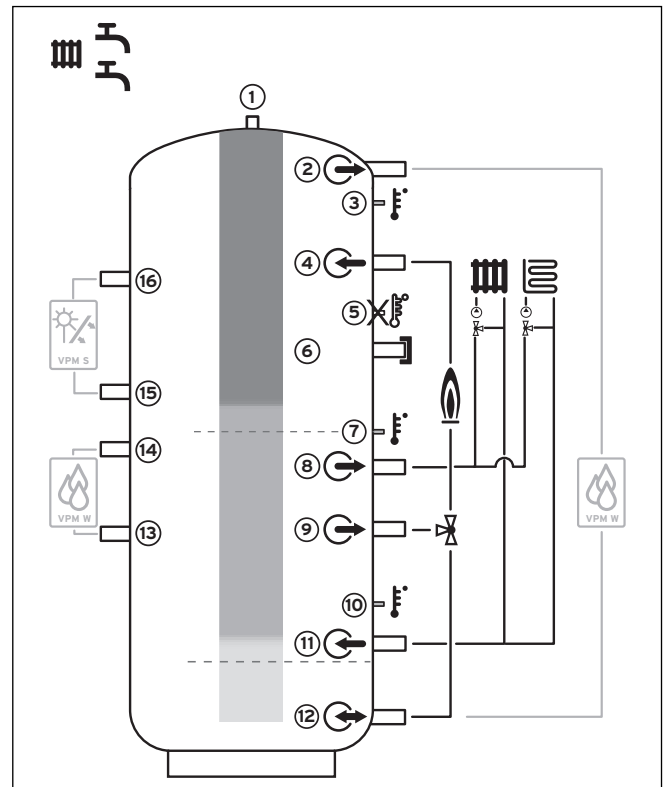

Fig. 3.3 Bufferbeholder VPS/2: Eksempel på sportsanvendelse
- Varmtvandsopvarmning og varmeanlæg med forhøjet varmtvandsbehov (se fig. 3.3) f.eks. i sportsanlæg)